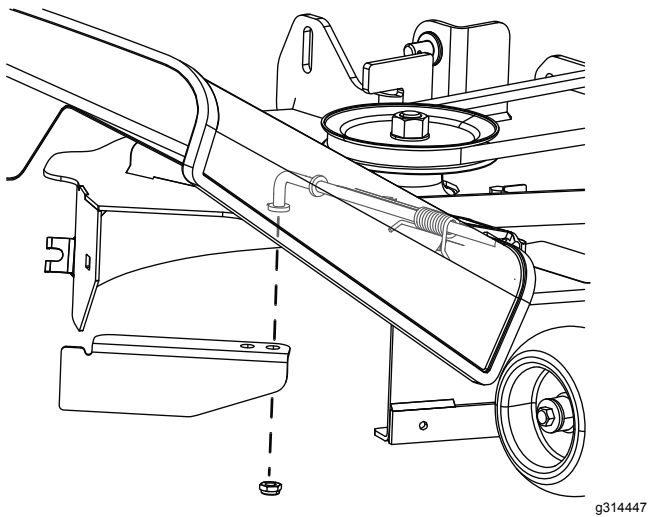

Figura 1
4. Retire la tuerca que sujeta la placa deflectora a la carcasa y retire la placa deflectora (Figura 1).
3. Instale la tuerca en la varilla de descarga en la posición de la que se retiró originalmente (Figura 1).